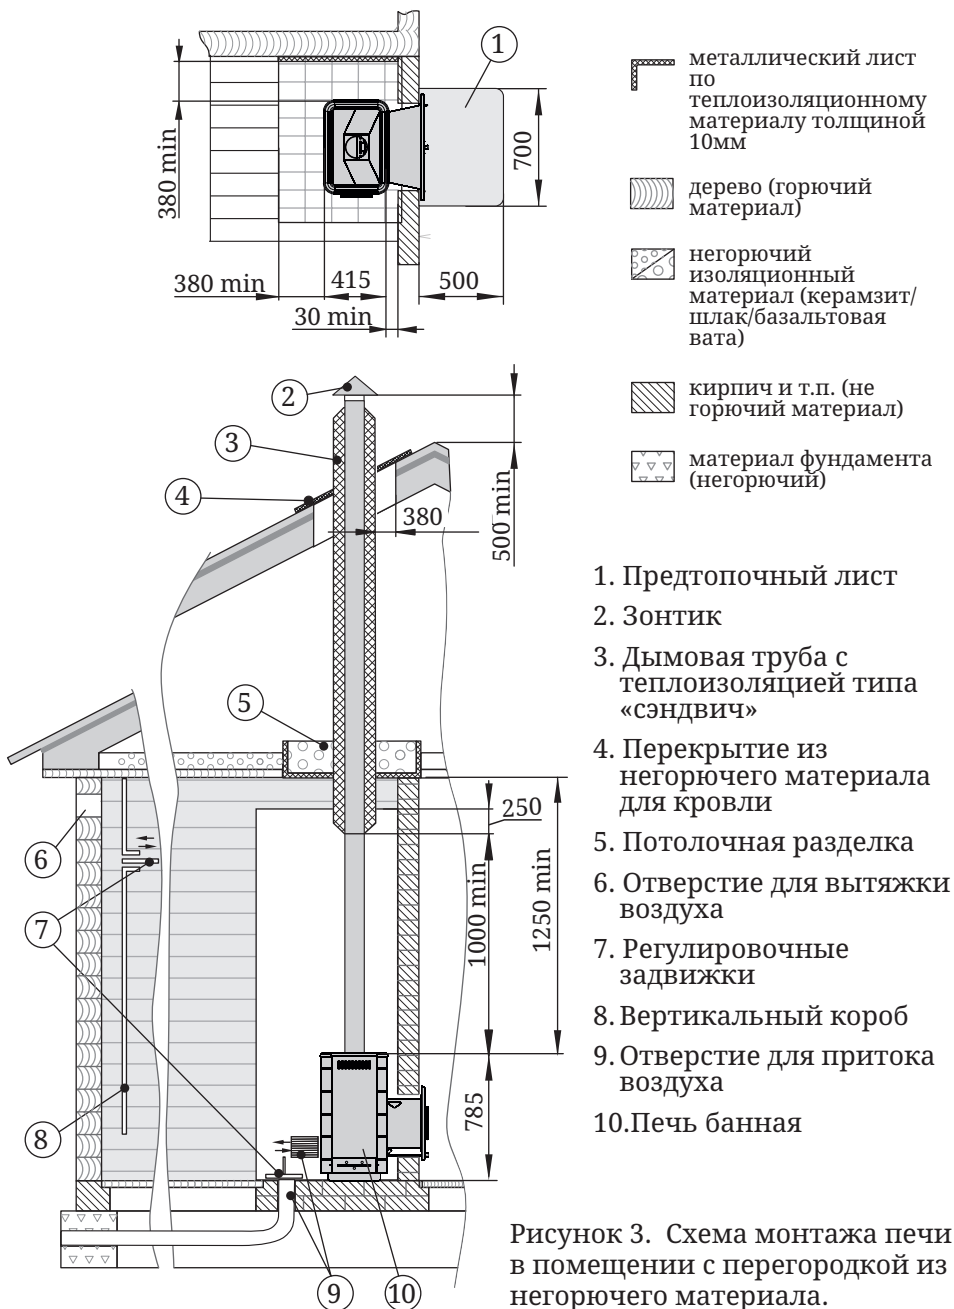

Рисунок 3. Схема монтажа печи в помещении с перегородкой из негорючего материала.
- пол из горючих и трудногорючих материалов перед дверцей топки — металлическим листом размером 700×500 мм (рисунок 3).
Для обеспечения надежного воздухообмена в парилке рекомендуется организовать приточно-вытяжную вентиляцию (см. рисунок 3).